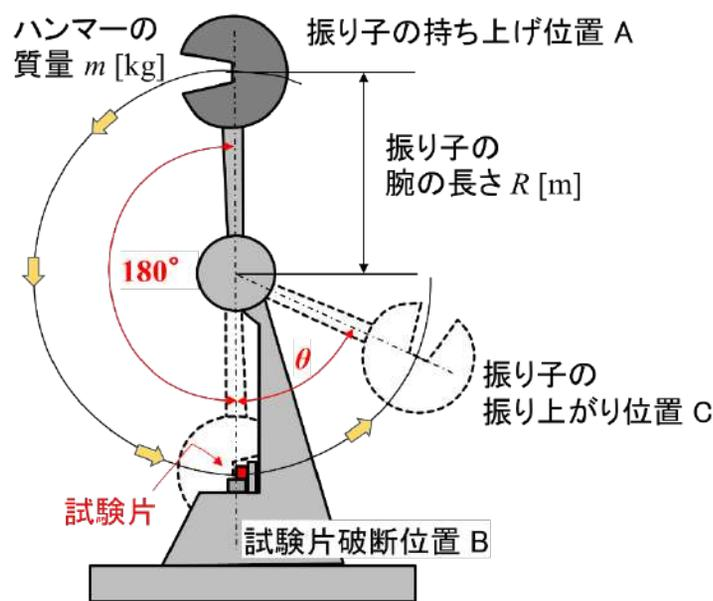

図1 振り子式衝撃試験
- (1) 図1に示す「振り子式衝撃試験機」の試験台に試験片を置き、ハンマーを 180° 真上まで持ち上げた状態から振り下ろすと、真下にある試験片を壊した後に角度 θ まで振り上がった。このとき解答欄(1)のハンマーの位置エネルギー U と運動エネルギー K の変化を示した図中の空欄を正しく埋めなさい。ただし、ハンマーの質量を m 、重力加速度を g 、振り子の腕の長さを R とする。さらに、試験片を破壊するために使われたエネルギー E を θ 、 m 、 g 、 R のいずれかまたはすべてを用いて表しなさい。